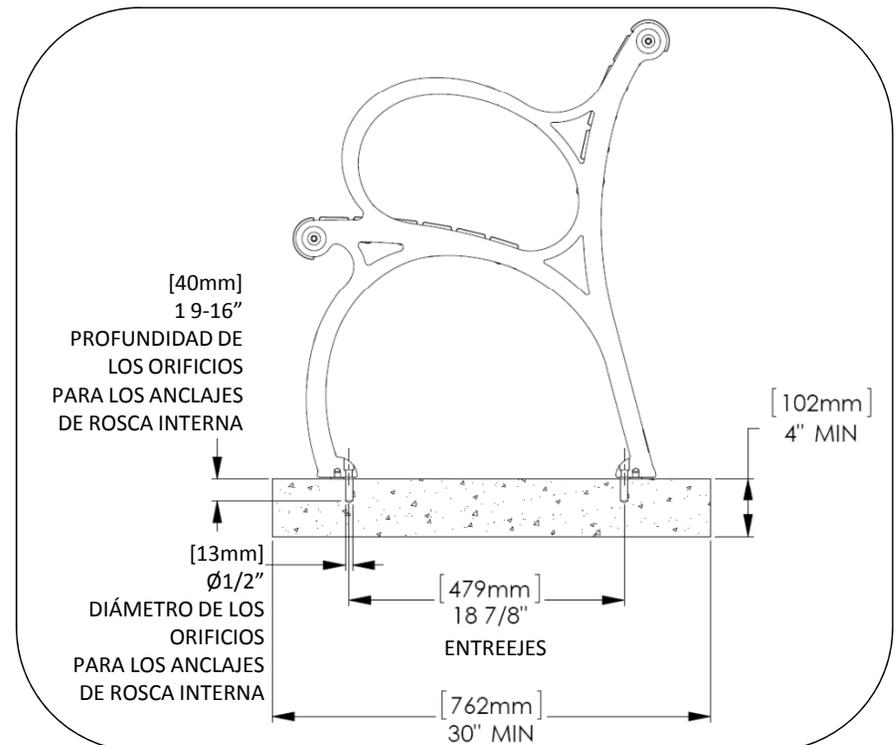

Fig. 2 – Información sobre los orificios para anclajes de rosca interna
2. Mueva el banco y termine de marcar los orificios de las patas traseras (ver Fig. 2). Realice las perforaciones como se indica en la Fig. 2. Retire los escombros de las perforaciones. Instale los anclajes de rosca interna. La rosca interna debe quedar a nivel del suelo. Utilice la herramienta de instalación para colocar los anclajes. Si los anclajes de rosca interna quedan por debajo del nivel del suelo, necesita un tornillo más largo.